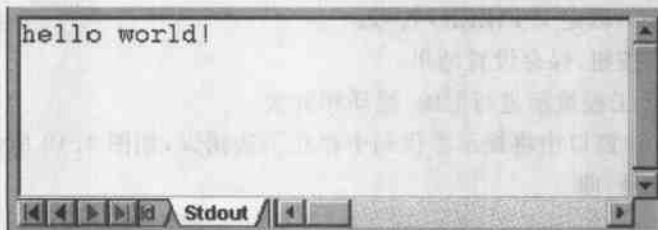

图 4.8 Output 窗口显示的程序运行结果
(5) 执行菜单命令 Debug→Run, 或者在 Debug 工具栏上单击  按钮, 可以在 Output 窗口中观察到“hello world!”信息, 如图 4.8 所示。